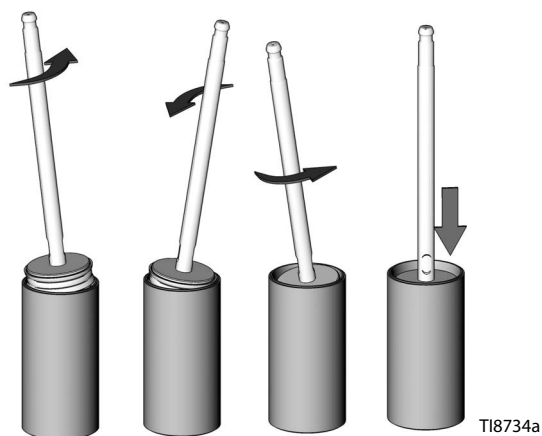

Рис. 9. Установка поршня в цилиндр
- Нанесите смазку на внутреннюю поверхность цилиндра (1). Опустите поршень в сборе в цилиндр (1). Поверните поршень, как показано на Рис. 9.